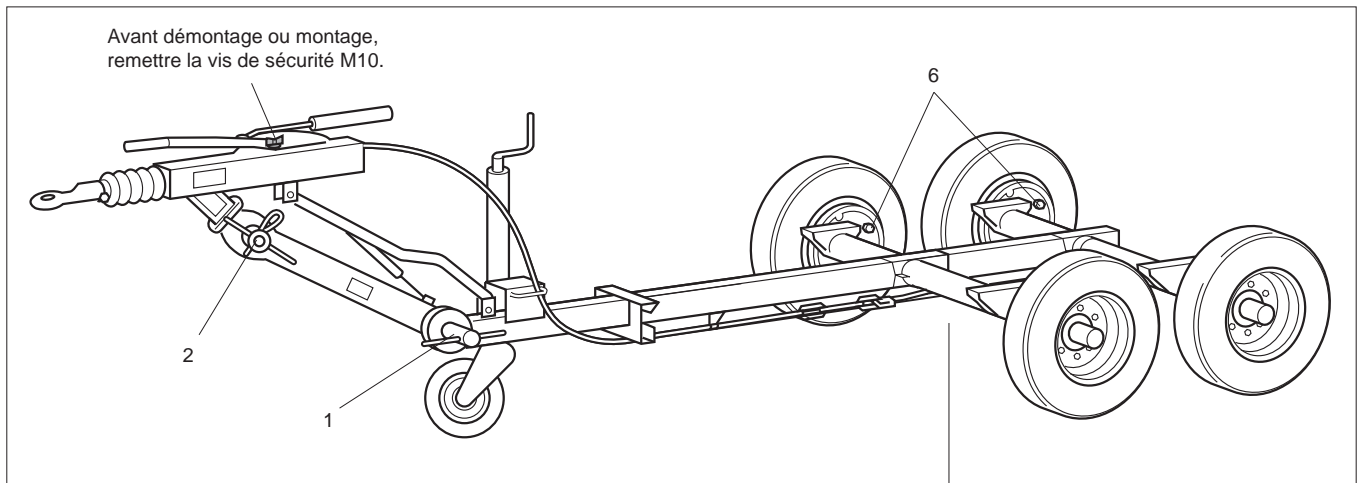

Fig. 31
Relier le crantage droit de la pièce intermédiaire (fig. 31, pos. 1) et du timon de traction avec une vis M36x1,5. Le couple de serrage dépend du poids total admissible de la remorque et de la longueur de la pièce intermédiaire (longueur du bras pivotant).
Relier le crantage droit de la pièce intermédiaire et du dispositif à inertie (fig. 31, pos. 2) avec une vis de raccordement M28x1,5.